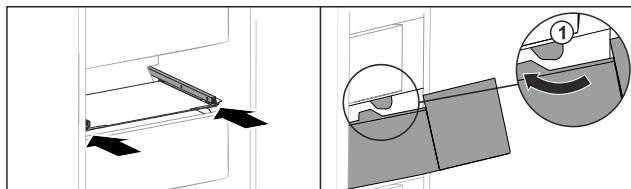

Fig. 95
- Prevedte zásuvku okolo zarážok Fig. 95 (1).